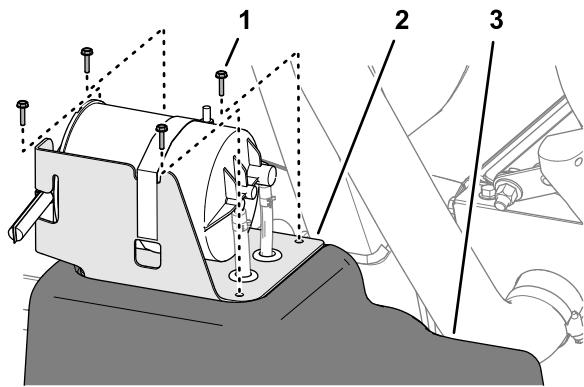

Figure 89
5. Alignez les trous dans le support du filtre à charbon actif et les trous dans le réservoir de carburant (Figure 89).
6. Fixez le support sur le réservoir (Figure 89) à l'aide des 4 vis (n° 10 x $\frac{3}{4}$ po).